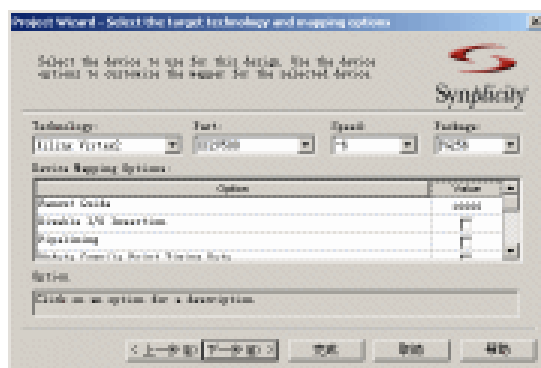

图8-25 设置器件类型与优化参数
- (3) 单击 **下一步(N) >** 按钮，按图 8-25 所示设置器件类型与优化参数。